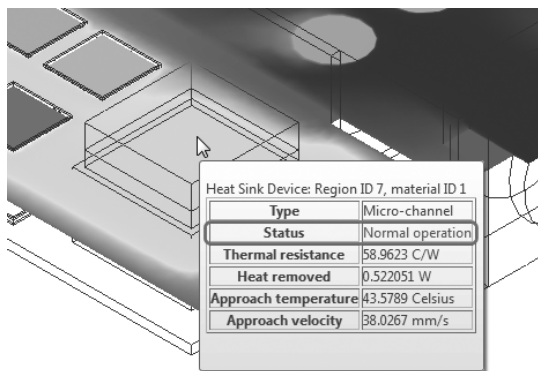

图7-110 状态正常的结果
- 将鼠标悬停在散热器材料上，会弹出提示信息给出材料的状态和其他运行结果，如图7-110和图7-111所示。